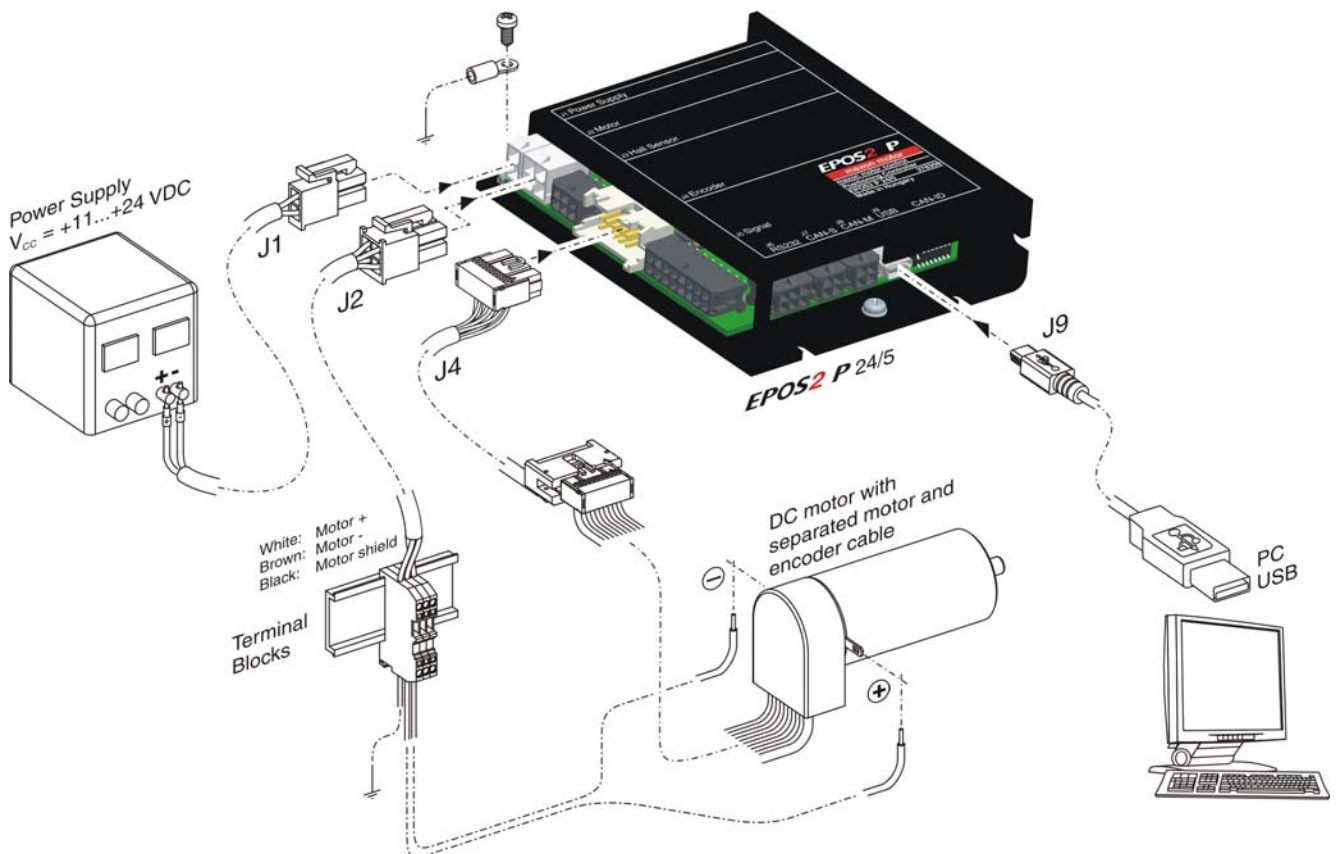

図 3-5 最小限の配線：モータ・ケーブルとエンコーダ・ケーブルが別々の maxon DC motor (ブラシ付きモータ)
- 2) 下表および下図をご参考に配線作業を行って下さい。(→ 表 3-6 および 図 3-5)